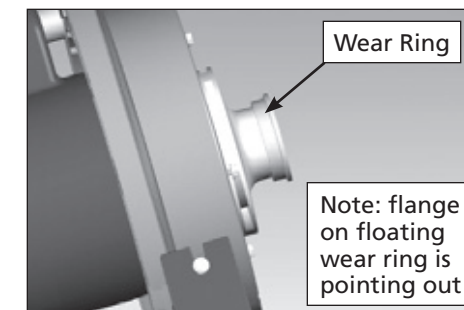

Figura 9
4. Instale el anillo de desgaste de flotación sobre el impulsor. Tenga cuidado de instalar con el reborde hacia afuera (vea Figura 9).